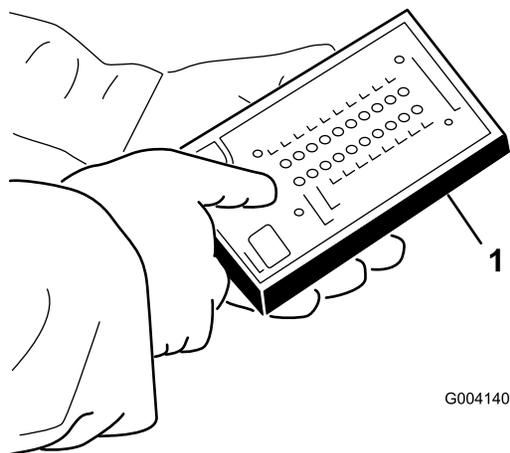

Figura 50
5. Conecte el conector de la pantalla diagnóstica ACE al conector del arnés (Figura 50).